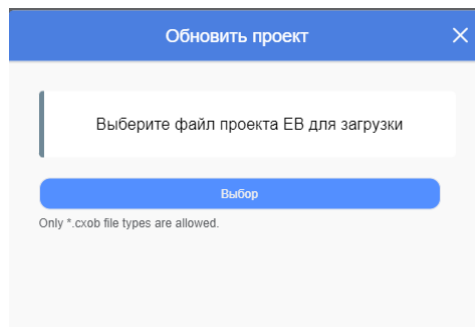

Рисунок 4.33 – Окно «Обновить проект» Web-интерфейса панели оператора БС
5. Нажать кнопку «Обновить» в поле «Обновить проект:», после чего администратору будет представлено окно «Обновить проект» (рисунок 4.33). В этом окне необходимо выбрать файл «forHMI.sxob» (нажав кнопку «Выбор»), предоставляемый предприятием-изготовителем на USB Flash-накопителе.